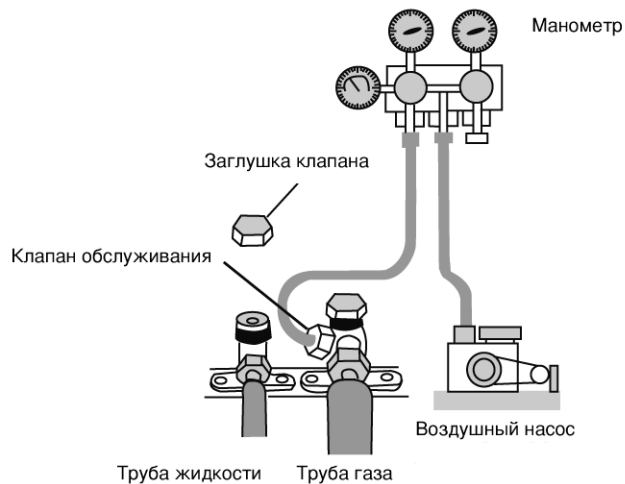

Рис. 2
5. Прикрутите шланг манометра к клапану обслуживания (рис. 2). Проведите деаэрацию (вакуумирование) насосом деаэрации (вакуумным насосом), минимальное время 10 минут.